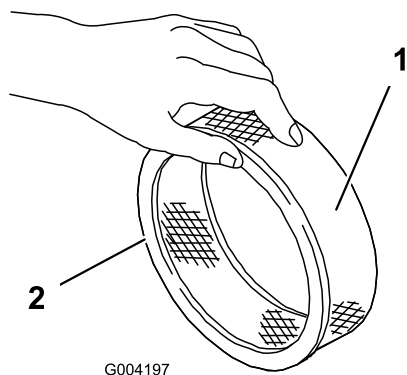

图 41
5. 检查纸质过滤器是否存在破裂、油性薄膜和橡胶封条损坏 (图 41)。
1. 小心将泡沫预滤器滑到纸质过滤器上 图 41。